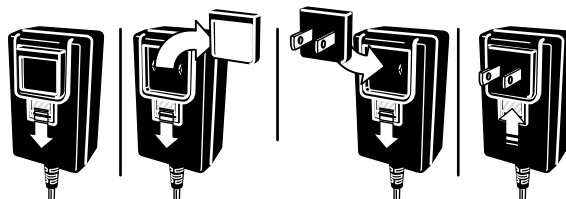

Figura 8
4. Rimuovete l'inserito protettivo dall'adattatore di alimentazione e installate la spina corretta per la vostra regione (Figura 8).